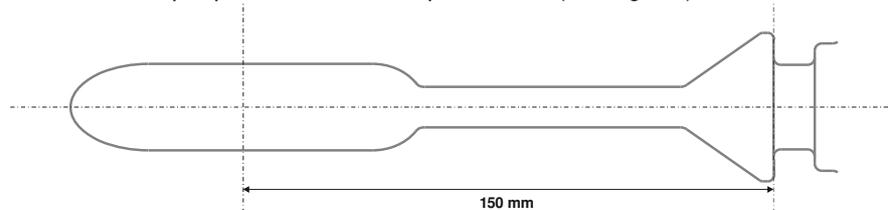

Figure 12 : Distance entre le centre de la pointe en forme de goutte vers la fin de la bague conique pour la fixation du préservatif.
- Le centre de la pointe en forme de goutte a une distance de 150 mm de l'extrémité de l'anneau conique pour la fixation du préservatif (voir fig. 12).